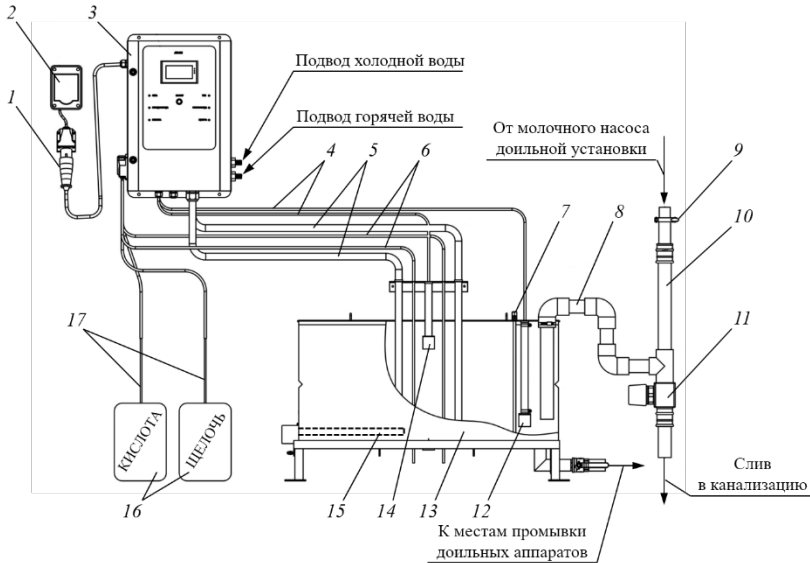
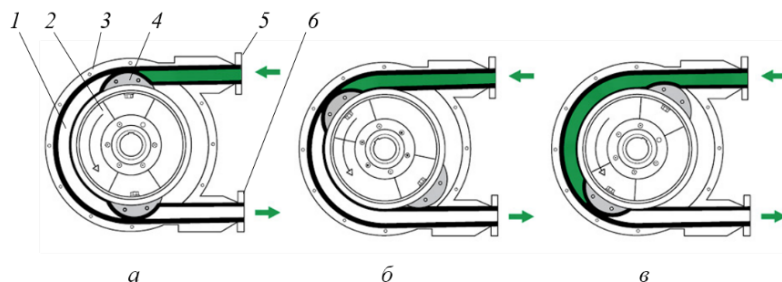
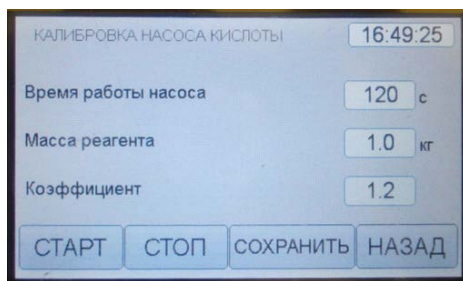

Рис. 1. Устройство автомата промывки АП-1М:
Рис. 6. Принцип работы перистальтического насоса:
Рис. 12. Меню калибровки насосов моющих средств
Автомат промывки АП-1М состоит из блока управления 3 (рис. 1), бака 13 для моющего раствора, возвратного трубопровода 10, соединительных шлангов и трубок.
Подключение автомата промывки к электрической сети осуществляется через вводной щиток 2 (см. рис. 1) и силовой разъем 1 (розетка
Для подачи холодной и горячей воды из водопроводной сети в бак 13 (см. рис. 1) автомата промывки используется два нормально закрытых электромагнитных клапана Müller серии 1.010.115 (рис. 3).
Для дозированной подачи в бак 13 (см. рис. 1) кислотных и щелочных моющих средств из емкостей 16 автомат промывки АП-1М оборудован двумя перистальтическими насосами (рис. 5).
Перистальтические насосы представляют собой разновидность дозирующего оборудования. Их название позаимствовано из медицины, где широко используется понятие «перистальтика». Насос состоит из полукруглого корпуса 3 (рис. 6), внутри которого расположены эластичная трубка 1 и ротор 2 с двумя роликами 4. Размеры деталей насоса таковы, что ролики сдавливают трубку 1 и прижимают ее ко внутренней поверхности корпуса 3, в результате чего образуется временное уплотнение между всасывающим 5 и нагнетательным 6 патрубками. При вращении ротора это уплотнение перемещается вдоль трубки от всасывающего патрубка к нагнетательному, попутно выдавливая жидкость из трубки в линию нагнетания.
Бак 13 (см. рис. 1) автомата промывки представляет собой сварную емкость из нержавеющей стали с тремя встроенными ТЭНами 15. Подача в бак холодной и горячей воды осуществляется по шлангам 5, моющих средств – по трубкам 6. Для измерения температуры воды или моющего раствора в баке установлен датчик температуры 7. Уро-
Ключевым элементом возвратного трубопровода 10 (см. рис. 1) является клапан рециркуляции 11, с помощью которого осуществляется переключение автомата промывки между режимами работы «Ополаскивание» и «Рециркуляционная промывка». В режиме «Ополаскивание» клапан 11 открыт и вода или моющий раствор, подаваемые в возвратный трубопровод молочным насосом доильной установки, направляются на слив в канализацию. В режиме «Рециркуляционная промывка» клапан 11 перекрывается и поток моющего раствора по патрубку рециркуляции 8 возвращается обратно в бак 13, из которого вновь поступает в доильную установку.
Опционально на возвратном трубопроводе *10* (см. рис. 1) может устанавливаться датчик температуры *9*. Это позволяет контролировать температуру моющего раствора на выходе из доильной установки. Датчик температуры представляет собой червячный хомут *1* (рис. 9) с припаянной к нему термопарой *2* (тип К, хромель-алюмелевая). Датчик закрепляется на возвратном трубопроводе, а его провод *3* подключается к соответствующим клеммам на плате управления автомата промывки.
В разделе настроек, представленном на рис. 11, б, в соответствующей ячейке указывается значение объема бака автомата промывки (100 или 200 л). В ячейке «Требуемый объем» задается суммарный объем воды (холодная + горячая), который будет циркулировать в доильной установке на каждом этапе промывки. Значение требуемого объема подбирается таким образом, чтобы в ходе этапа «Промывка с рециркуляцией» уровень моющего раствора в баке 13 (см. рис. 1) не опускался ниже наконечника датчика нижнего уровня 12.
Для обеспечения точного дозирования моющих средств проводят калибровку перистальтических насосов. Калибровку выполняют каждые 6 мес, а также после замены эластичных трубок *1* (см. рис. 6) насосов. Запуск калибровки осуществляют нажатием кнопки «+/-» (см. рис. 11, в) напротив соответствующего реагента, после чего на экран выводится меню калибровки (рис. 12).
Для калибровки насоса конец соединенной с ним трубки *б* (см. рис. 1) заводят в пустую емкость для сбора моющего средства, после чего проводят предварительное заполнение насоса и трубок *17* и *б* моющим средством. Для этого в меню калибровки насосов (см. рис. 12) устанавливают время работы насоса (от 60 до 300 с) и нажимают кнопку «СТАРТ». Насос начинает забирать моющее средство из канистры *16* и подает его в предварительно установленную емкость. После заполнения трубок моющим средством по всей длине нажимают кнопку «СТОП», что прерывает процесс калибровки. Сливают моющее средство из сборной емкости и снова заводят в нее труб-
Рассчитанное по формуле (2) значение  $m_p$  вводят в ячейку «Масса реагента» (см. рис. 12). Ячейка «Коэффициент» предназначена для учета возникающей в ходе эксплуатации насоса деформации трубки 1 (см. рис. 6), которая приводит к снижению подачи моющего средства. Производитель рекомендует устанавливать значение коэффициента равным 1,2, при котором фактическая масса подаваемого насосом моющего средства будет на 20 % больше значения, введенного в настройках, показанных на рис. 11, в. При более частой калибровке насосов значение коэффициента можно понизить до 1,0...1,1, что, в свою очередь, уменьшит перерасход моющих средств.